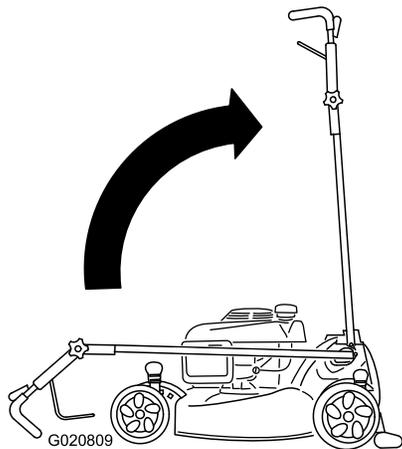

Figura 49
3. Mentre il motore acceso e la lama è innestata, spruzzate un getto d'acqua davanti alla ruota destra posteriore (Figura 49).
2. Spostate la stegola in posizione verticale (Figura 49).